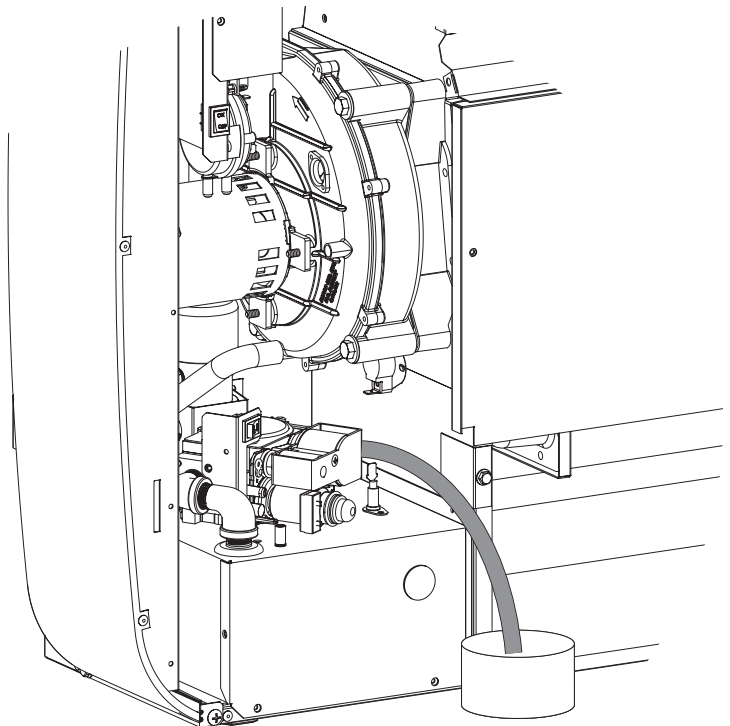

Figure 2
4. Si une fournaise murale a été installée et utilisée, le siphon de condensat doit être vidangé. Débranchez le tuyau transparent du robinet de l'inducteur avant et utilisez-le pour drainer le condensat du robinet dans une tasse. Remplacez la ligne lorsque vous avez terminé. **Voir Figure 2.**